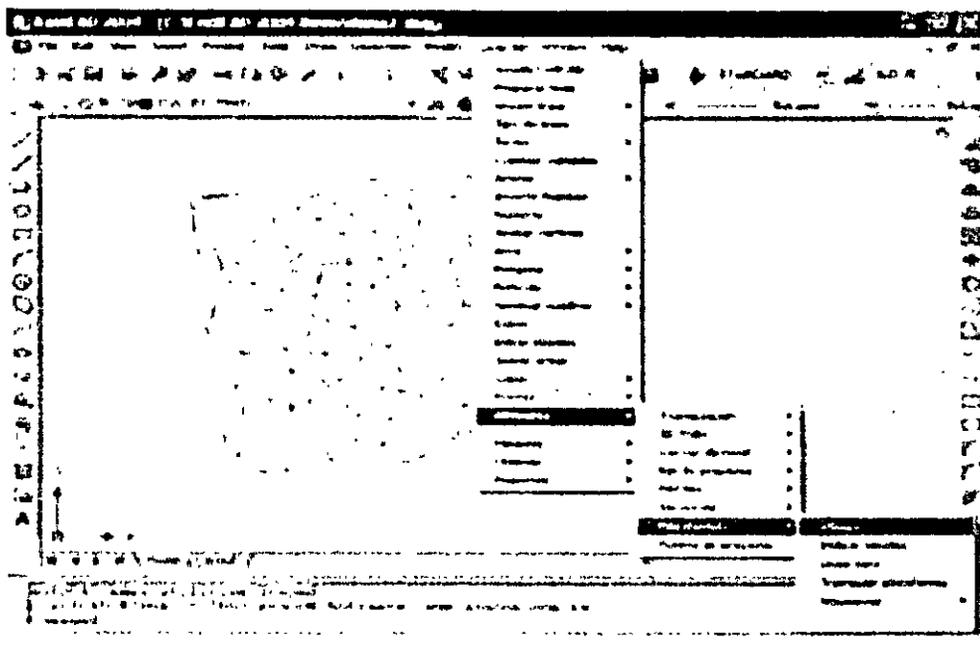

Fig.34: Menú de opciones para procesar plataformas
2. Seleccione "Altimetría→ Plataforma→ Dibujar" del menú (ver fig. 34).